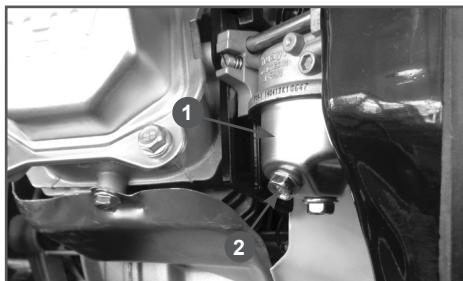

Рис. 21 Слив топлива из карбюратора
3. Открутите болт 2 на карбюраторе 1 (Рис. 21) и слейте топливо из поплавковой камеры в подготовленную для этого емкость.
- Слейте топливо из карбюратора (Рис. 21).